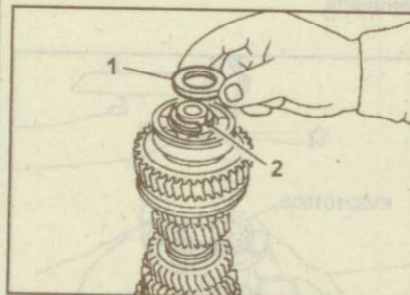

Рис. 9.120. Установка держателя (1) полукольца (2)
27. Установите держатель полуколец (рис. 9.120).